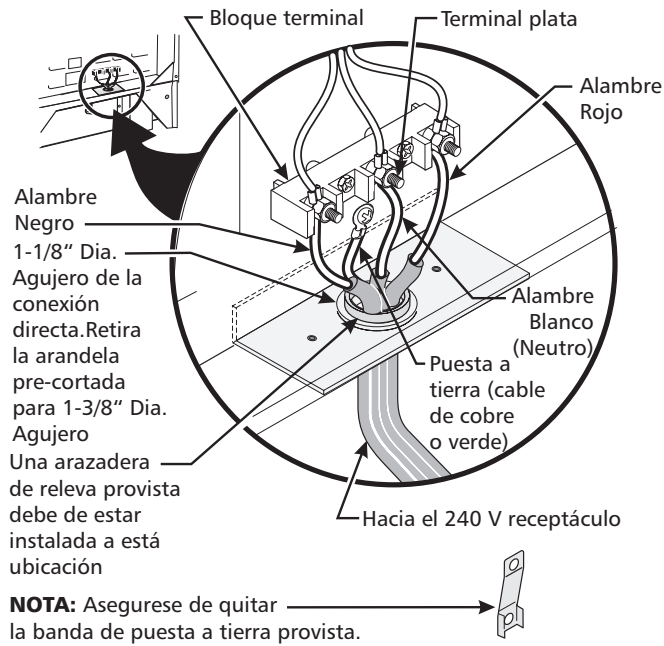

Figura 5
Para las casas sobre ruedas, las nuevas instalaciones, en los vehículos de recreación o en las áreas donde los códigos locales no permiten la conexión del conductor a tierra al neutro, un ensamblaje de suministro eléctrico de 4 conductores para estufas, clasificado a 125/250 voltios mínimo, 40 amperios mínimo, debe de ser utilizado (ver la figura 5).
4. Conecte el alambre de puesta a tierra (verde) del cordón eléctrico de cobre al marco del artefacto con el tornillo de puesta a tierra, usando el agujero en el marco donde se quitó el tornillo de puesta a tierra (vea Figura 5).
Si el aparato está conectado directamente al cortacircuito, a la caja de fusibles o a la caja de empalmes, use un cable blindado flexible o no metálico recubierto de cobre (con alambre a tierra). Provee una abrazadera relevo de anclaje homologado UL a cada extremidad del cable. A la extremidad del electrodoméstico, el cable pase a través del agujero de la conexión directa (ver Figura 5) en el cordón de la placa de montaje. El tamaño de los alambres (**alambre de cobre solamente**) y las conexiones deben estar conforme al regimén del electrodoméstico.